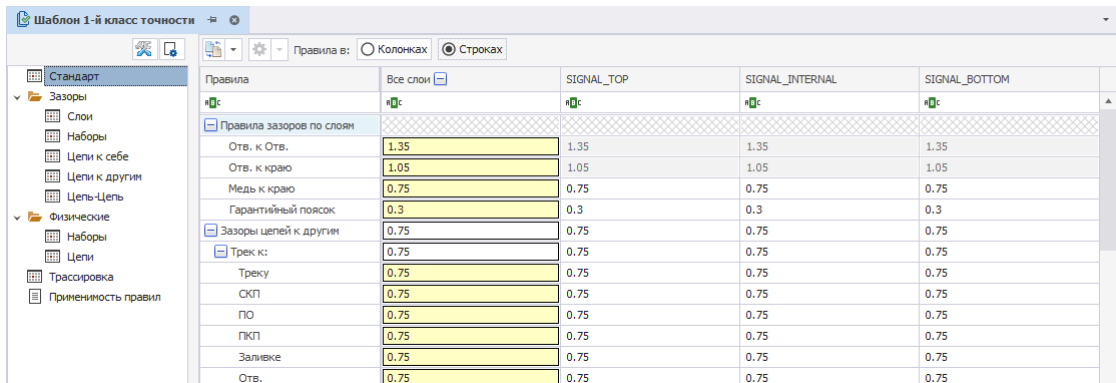

Рис. 97 Окно редактора правил
3. Откорректируйте необходимые параметры правил проектирования в окне редактора правил, Рис. 97.